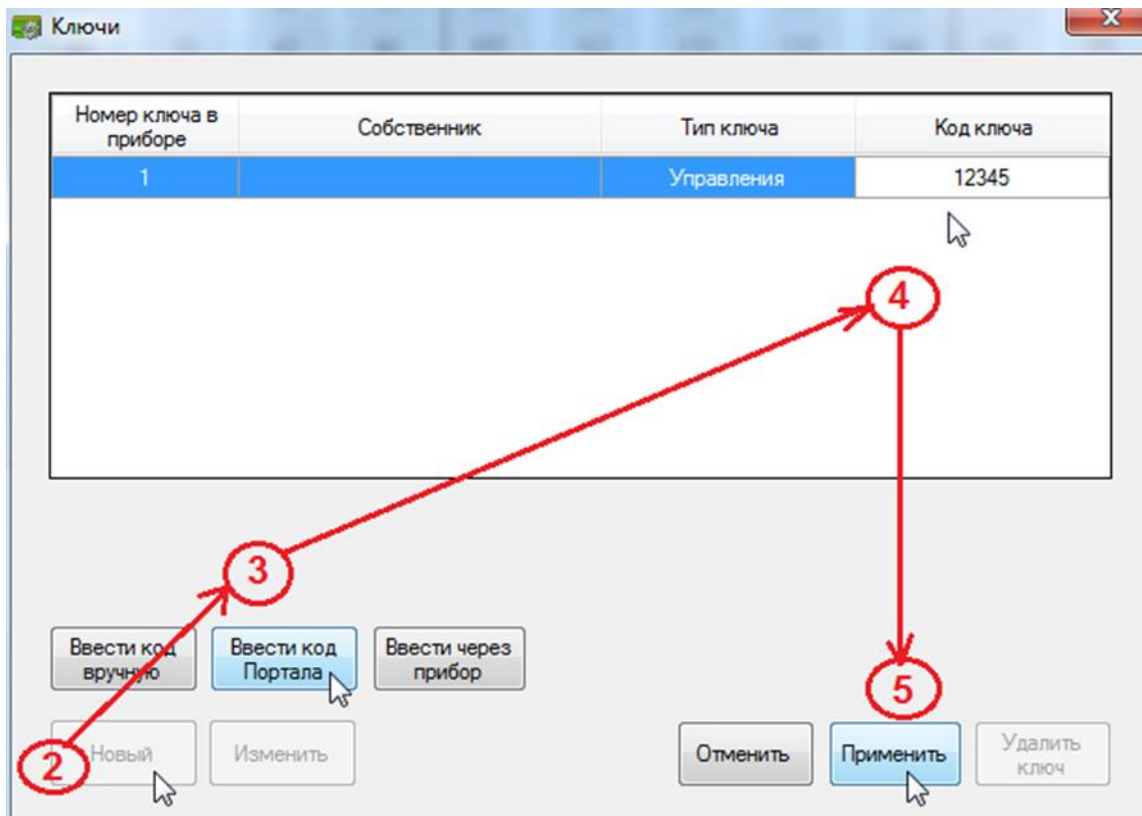

Рис. 23. Диалоговое окно процедуры добавления кодов «Портала»
- 2) в появившемся диалоговом окне «Ключи» нажмите кнопку «Новый» (Рис. 23, шаг 2) и затем кнопку «Ввести код Портала» (Рис. 23, шаг 3);
3) в поле «Код ключа» введите цифровой пароль, который будет вводиться на клавиатуре «Портал» (Рис. 23, шаг 4);
4) нажмите кнопку «Применить» (рис. 23, шаг 5);